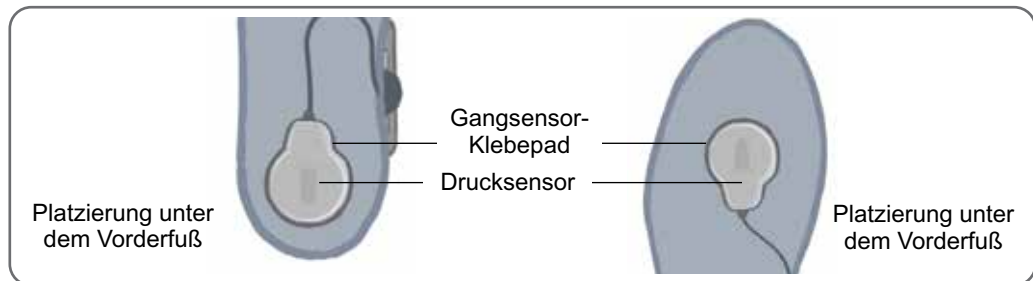

Abbildung 6-18: Platzierung des Fußsensors im Schuh
3. Bei der Platzierung unter der Ferse müssen Sie das Kabel des Fußsensors im Schuh in Richtung Zehenbereich führen. Bei der Platzierung unter dem Vorderfuß müssen Sie das Kabel des Fußsensors im Schuh in Richtung Fersenbereich führen. Befestigen Sie nun den Drucksensor am Klebeband. Siehe Abbildung 6-18. Orientieren Sie sich zur korrekten Platzierung am Fußsymbol auf dem Drucksensor.